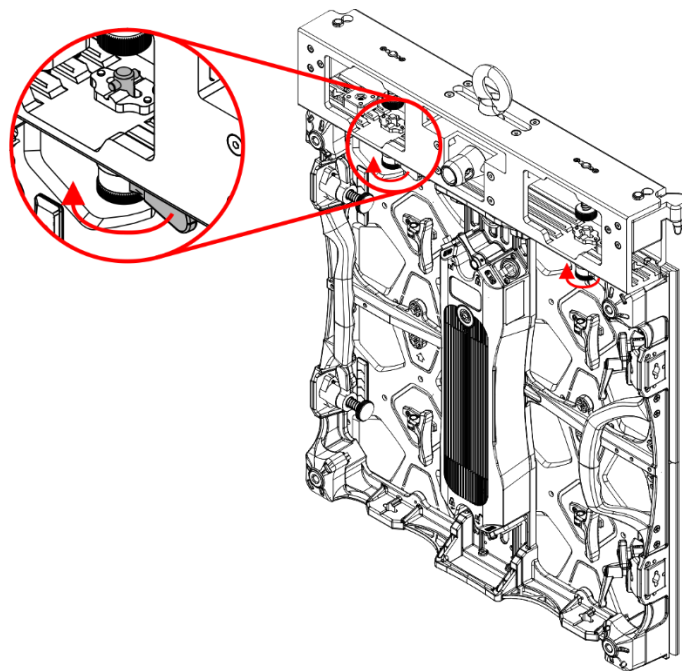

Fig. 23
- 05) Gire la **palanca (A)** del **mecanismo de bloqueo izquierdo (06)** en sentido horario para asegurar el dispositivo a la barra de rigging como se muestra en las Fig. 23 y 24.
- 06) Repita los pasos 2-5 para el **mecanismo de bloqueo derecho (06)**.